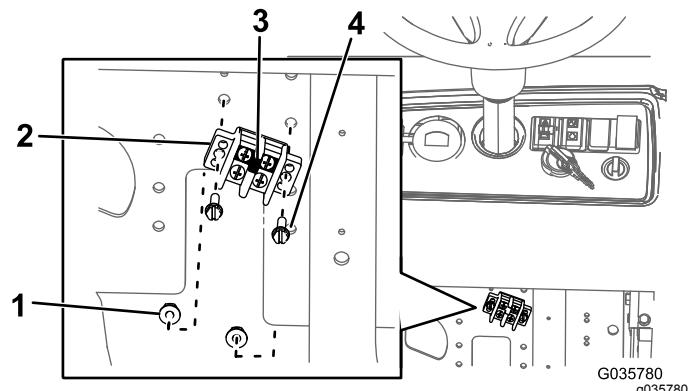

図 14
- A. ジャンパストリップをアース用ブロックに接続する図 14。
- B. アースブロックをマウントプレートに取り付けるボルト#10 x 3/4 インチ2本とナット#102個を使って図 14 のように取り付ける。